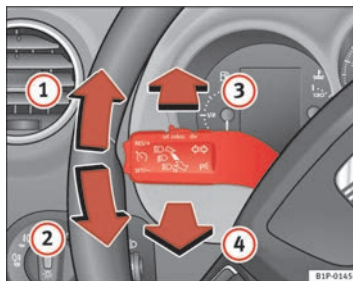

Fig. 76 Levier des clignotants et des feux de route
- Levez le levier jusqu'en butée $\Rightarrow$ page 129, fig. 76 ① pour actionner les clignotants **droits** ou abaissez-le jusqu'en butée ② pour actionner les clignotants **gauches**.
- Si les feux de croisement sont allumés, poussez le levier vers le volant $\Rightarrow$ page 129, fig. 76 ③ pour allumer les feux de route.
- Poussez le levier vers le volant $\Rightarrow$ page 129, fig. 76 ④ pour allumer les feux de route.